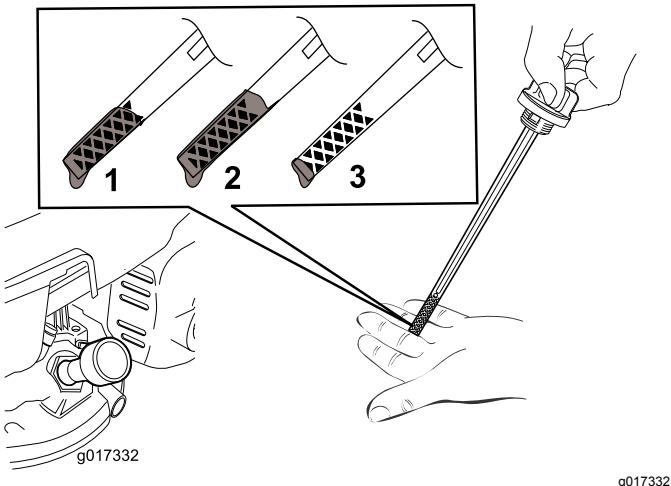

Figure 11
5. Pour déterminer le niveau d'huile correct indiqué par la jauge, voir (Figure 11).
Remarque: Versez de l'huile dans le carter moteur jusqu'à ce que la jauge indique le niveau correct, comme montré à la Figure 11. Si vous remplissez excessivement le carter moteur, vidangez l'excédent d'huile comme expliqué sous Vidange de l'huile moteur \(page 16\).